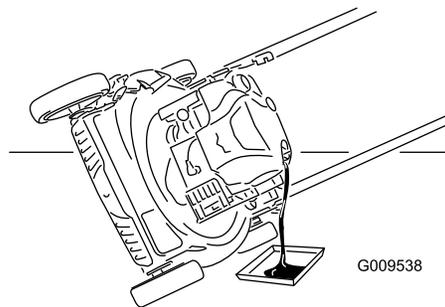

Рисунок 21
4. Для слива отработанного масла через маслозаливную патрубку переверните газонокосилку набок воздушным фильтром вверх (Рисунок 21).